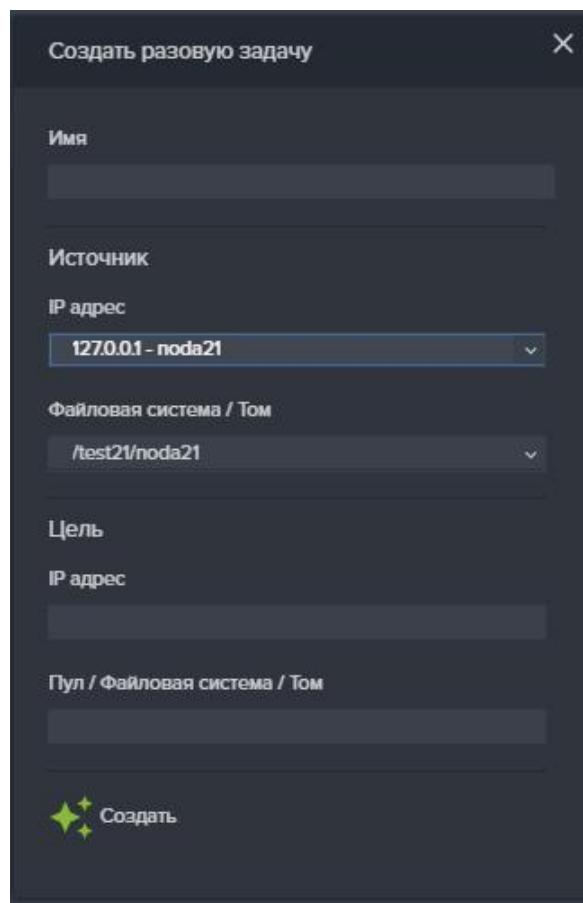

Рисунок 100. Создание разовой задачи репликации
2. Нажмите на кнопку «Создать новую задачу» (см. Рисунок 100);